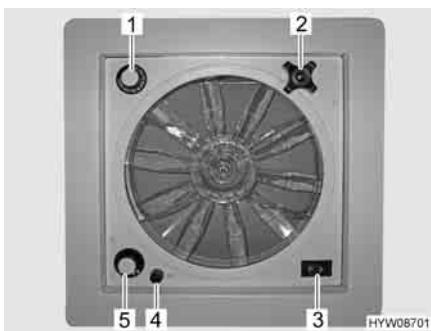

Fig. 73 Oblò con ventilatore
- Un fusibile da 4 A (Fig. 73,4) protegge da sovraccarico il motore del ventilatore. Se si verifica un sovraccarico: Individuare per prima cosa la causa (ad es. il ventilatore è sporco), poi sostituire il fusibile.
Apertura oblò: ■ Ruotare la maniglia girevole (Fig. 73,2), finché non si raggiunge l'angolo di apertura desiderato.
Aerazione/sfiato: ■ Portare l'interruttore a levetta (Fig. 73,3) su "Aerazione" (flusso d'aria dall'esterno verso l'interno) o "Sfiato" (flusso d'aria dall'interno verso l'esterno).
Spegnimento del ventilatore: ■ Portare l'interruttore a levetta (Fig. 73,3) sulla posizione centrale.
Impostazione della velocità del ventilatore: ■ Posizionare l'interruttore girevole (Fig. 73,5) sul grado desiderato:
Impostazione della temperatura: ■ Ruotare il termostato (Fig. 73,1) fino alla battuta in direzione "blu".